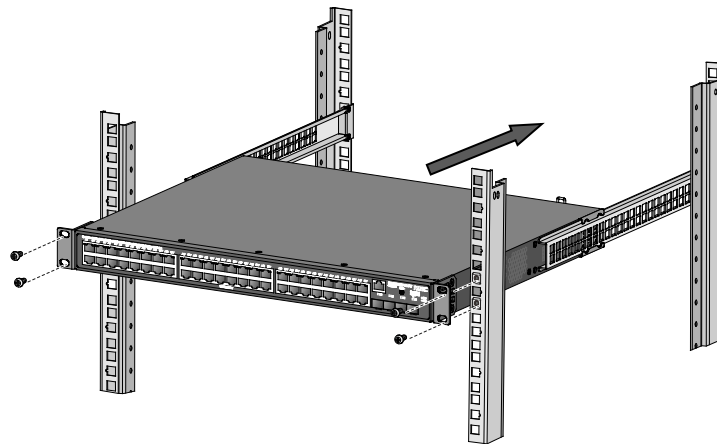

図 8-10 装置本体のスライド
- d) 図 8-10に示すように、一人が装置本体を持ち、19インチラックの支柱のレール金具にスライダ金具を結合してください。スライダ金具が19インチラックの支柱に合うまでレール金具をスライドさせます。なお、図 8-10に示す設置図の装置は実際の製品とは異なりますが、設置方法は同様です。